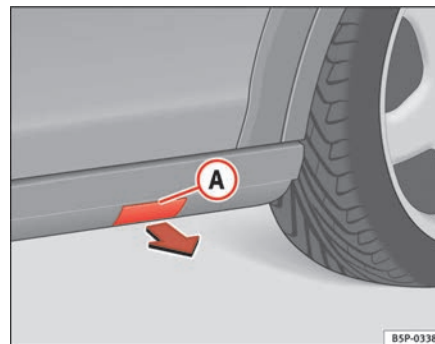

Fig. 180 Talonera de plástico con tapa para anclaje de gato
- Retire la tapa **A** para acceder a los puntos para el anclaje del gato del vehículo. ⇒ fig. 180
- Tire de la tapa y extráigala de su alojamiento en el sentido de la flecha. ⇒ fig. 180